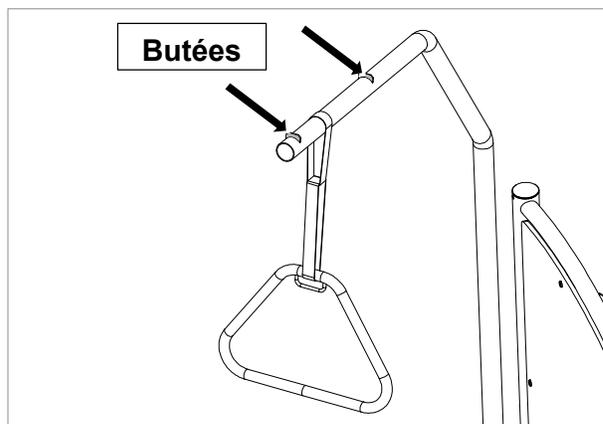

Figure 6.8
7. Assurez-vous que la courroie de fixation est située entre les deux butées. Cela garantit que la poignée ne glissera pas de la potence pendant l'utilisation (voir Figure 6.8).